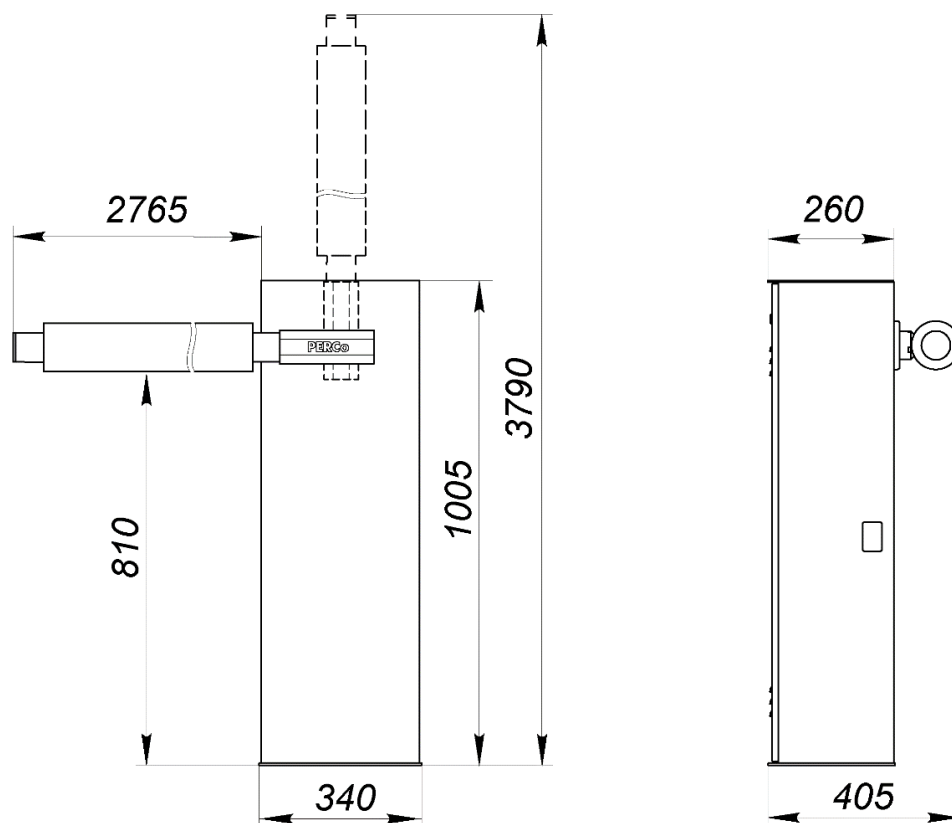
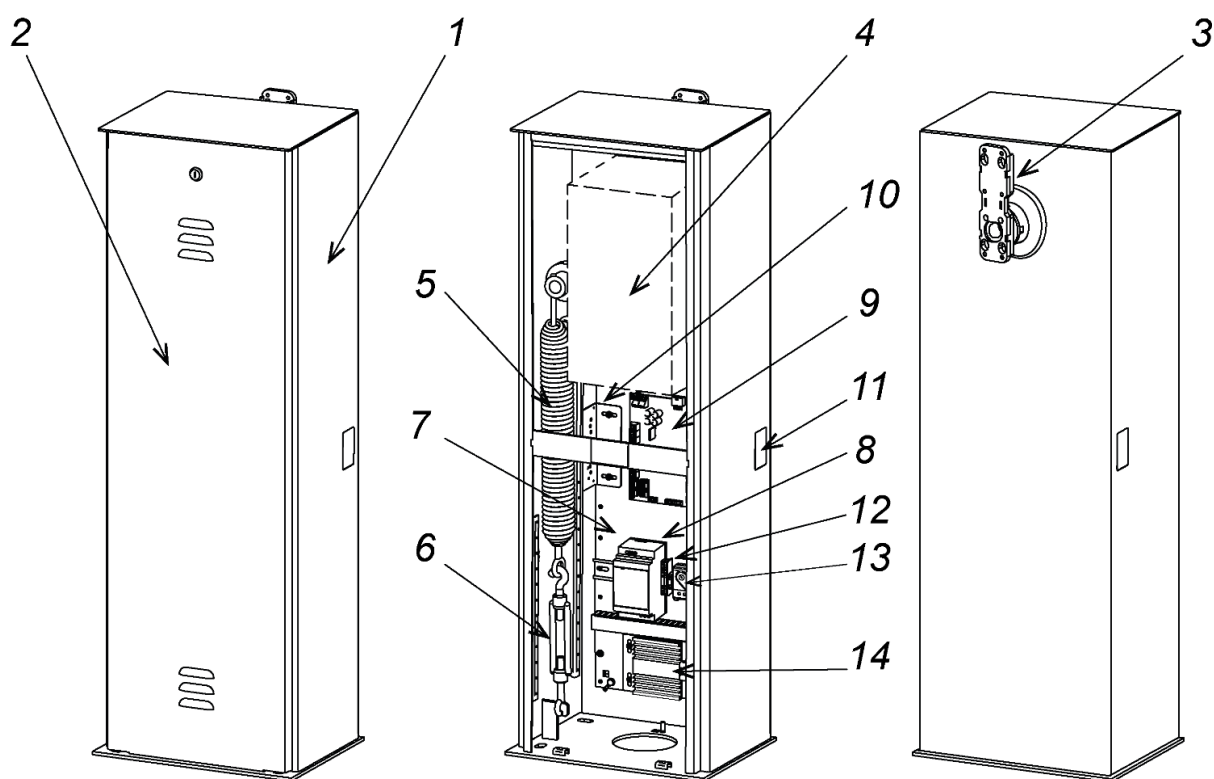

Рисунок 1. Габаритные размеры шлагбаума
Рисунок 2. Устройство стойки шлагбаума
Габаритные размеры шлагбаума показаны на рис. 1. Устройство стойки шлагбаума показано на рис. 2. Номера позиций в тексте руководства указаны в соответствии с рисунками 2, 10, 13. Шлагбаум состоит из стойки (1) с дверцей (2), и кронштейна для установки стрелы (3).